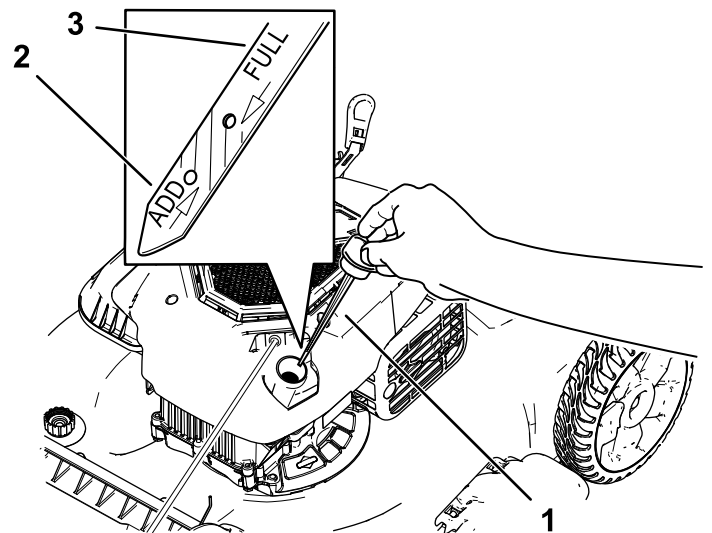

Figure 24
3. Tournez le bouchon dans le sens antihoraire et sortez la jauge (Figure 24).
10. Relevez le niveau d'huile indiqué sur la jauge (Figure 24).